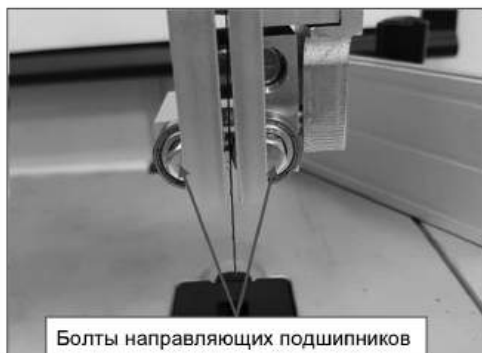

Рис. 38
- Ослабьте болты направляющих подшипников (рис. 38).